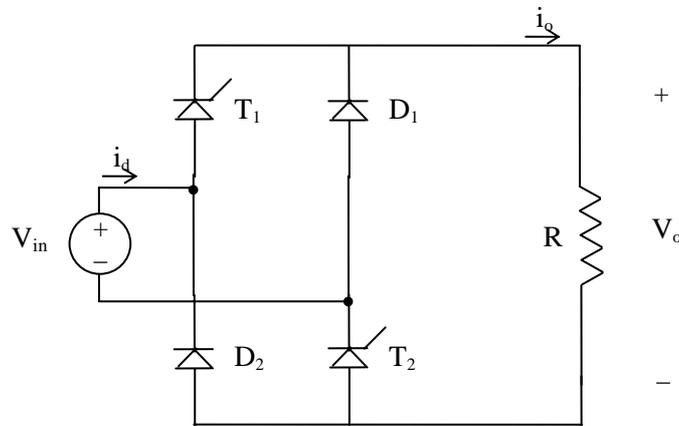

Figura 4.1
6.- Se dispone de un convertidor monofásico en puente completo como el que se muestra en la figura 4.1. Este convertidor ataca a una carga equivalente a una resistencia de valor 10Ω . La señal de alimentación del puente es $V_{\text{in}} = 150 \text{ sen}(wt) \text{ V.}$, con $f = 50 \text{ Hz}$. Se pide: